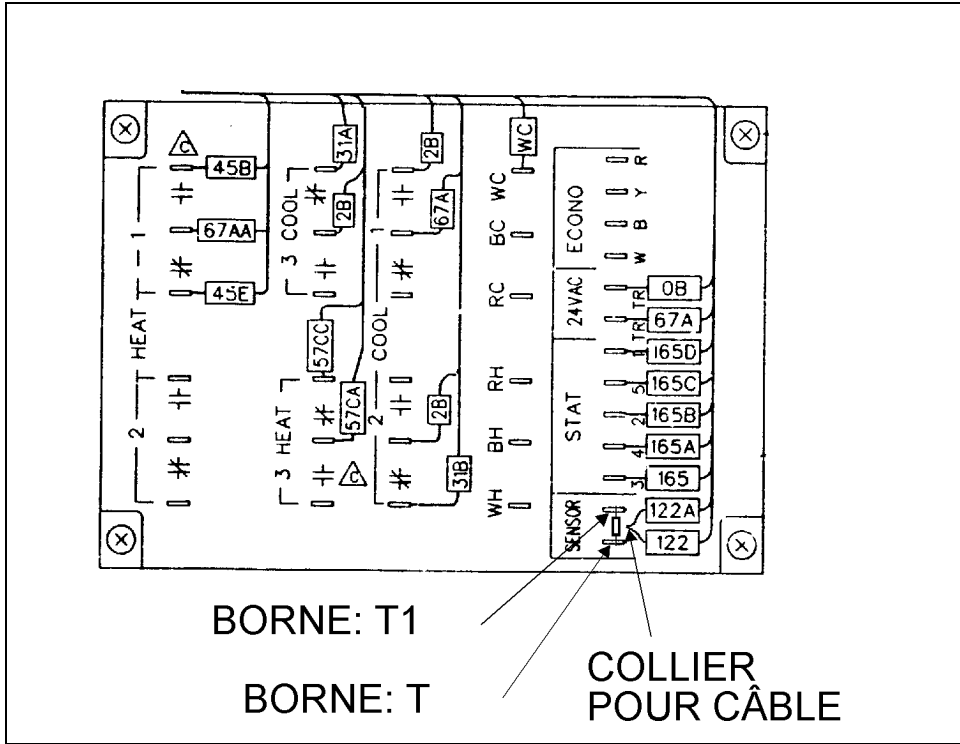

FIGURE 1: VUE DU PANNEAU LOGIQUE HVAC
5. Déconnecter les fils 122 et 122A des bornes T et T1 et attachez-les avec le collier pour câble (Prévost # 504273) (Fig. 1).